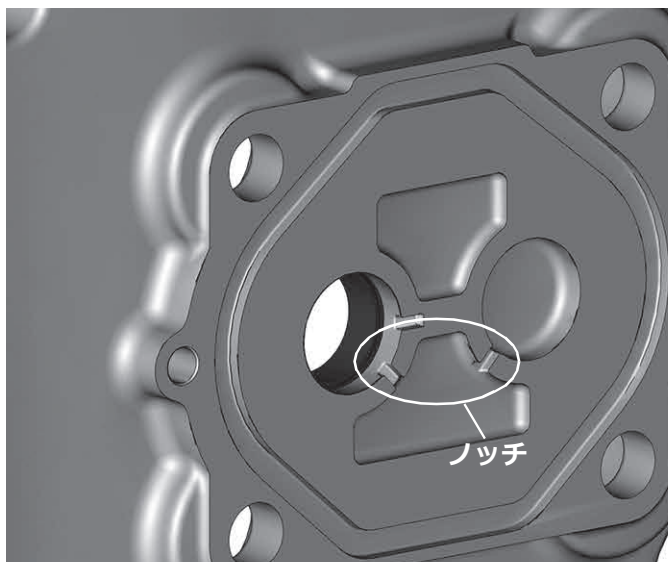
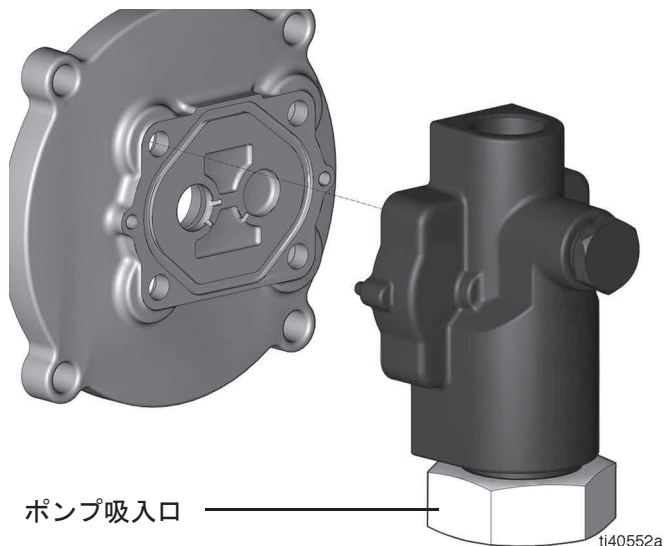

図 12
図 13
3. ポンプハウジングにアダプタープレートを置くことで、ノッチはポンプインレットを向きます (図 12 および図 13 を参照)。